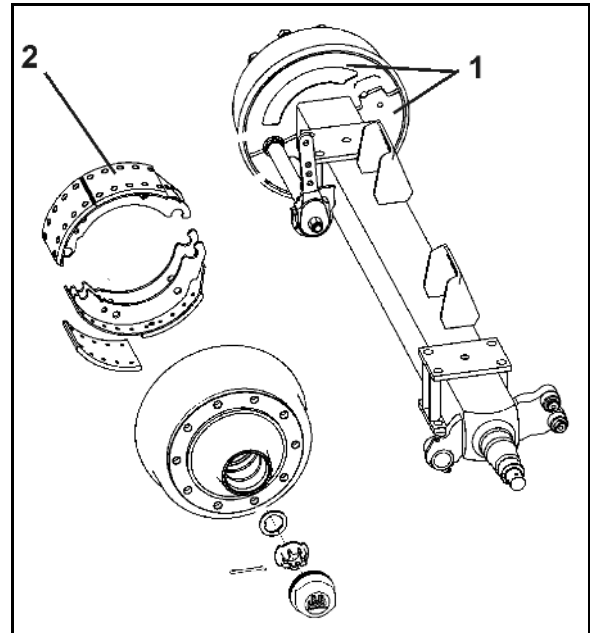

Fig. 118
1. Beide Abdeckbleche (Fig. 118/1) an der Innenseite der Bremstrommel abschrauben.
Eingedrungener Schmutz kann sich auf den Bremsbelägen (Fig. 118/2) absetzen und dadurch die Bremsleistung wesentlich verschlechtern.